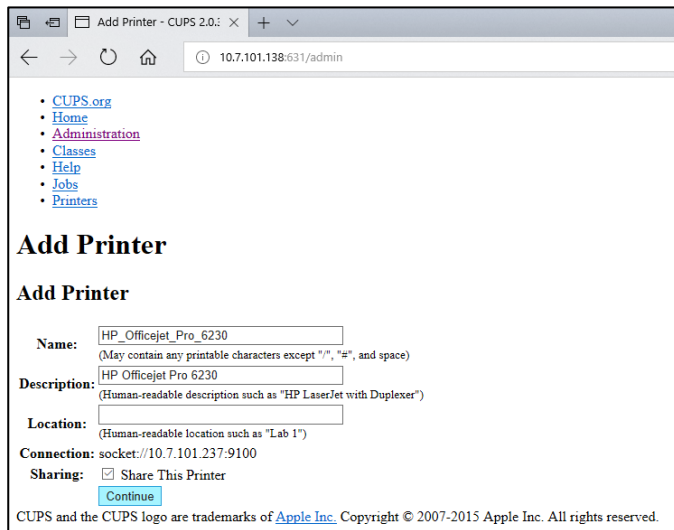

Figura 79. Pantalla “Add printer” (Añadir impresora).
5. Seleccione Share this printer (Compartir esta impresora) y pulse Continue (Continuar; consulte la figura 79).